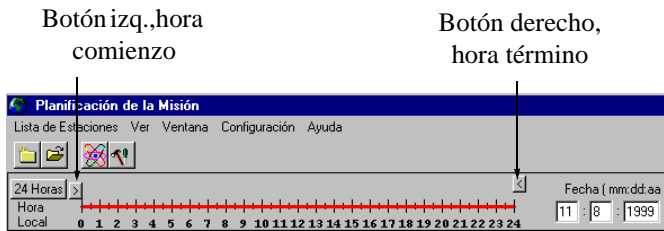

Figura A.2. Escala de Tiempo
2. Cerca de la parte superior de la pantalla, está la escala de tiempo de 24 horas (Figura A.2), para especificar el intervalo de tiempo para la necesidad de determinar DOP y disponibilidad satelital. Usted establece el intervalo de tiempo usando los dos botones de desplazamiento   sobre la escala. Para establecer la hora de inicio del intervalo, haga click en el botón de desplazamiento izquierdo, mantenga el botón presionado y mueva el botón hacia la hora deseada. De igual manera, establezca la hora de término del intervalo usando el otro botón de desplazamiento. El intervalo especificado se despliega en color rojo.